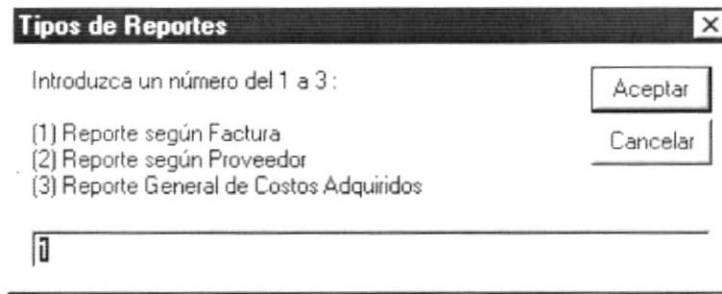

Figura 10.39 Pregunta Tipo de Reporte de Costos de Suministros Adquiridos
7. Deberá elegir el tipo de reporte que desea **Figura 10.39** al escribir un número aparecerá la pantalla de la **Figura 10.40**.